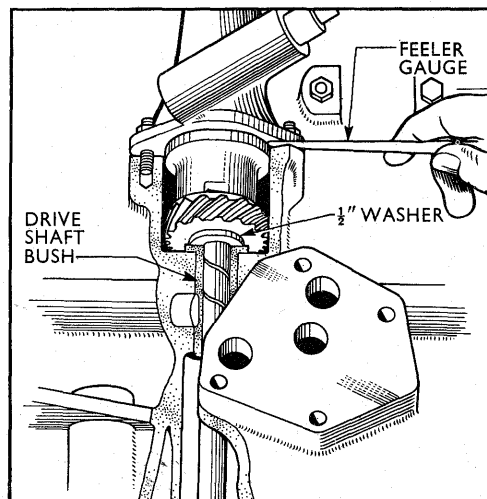

Fig. 4. Måling af strømfordelerdrevets aksialspillerum.
1. Monter en glat skive af kendt tykkelse under tandhjulet - se fig. 4.